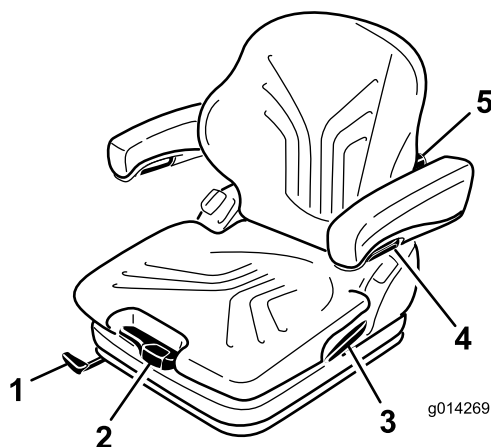

Рисунок 31
Регулировка сиденья по массе тела оператора осуществляется вытягиванием или нажатием рычага регулировки по массе тела (Рисунок 31).
1. Для регулировки поднимите рычаг, чтобы разблокировать сиденье (Рисунок 31).
Поворачивая головку регулировки вверх, можно изменять изгиб подушки верхней части спинки. Поворачивая головку регулировки вниз, можно изменять изгиб подушки нижней части спинки (Рисунок 31).
Для регулировки высоты подлокотников отделите от крышки круглый колпачок (Рисунок 31), отпустите шестигранную гайку (13 мм) под него, отрегулируйте
Для регулировки угла подлокотника поворачивайте головку регулировки (Рисунок 31).
Поднимите вверх блокировочный рычаг для высвобождения фиксатора спинки (Рисунок 31). При высвобождении фиксатора спинки не нажимайте на нее.